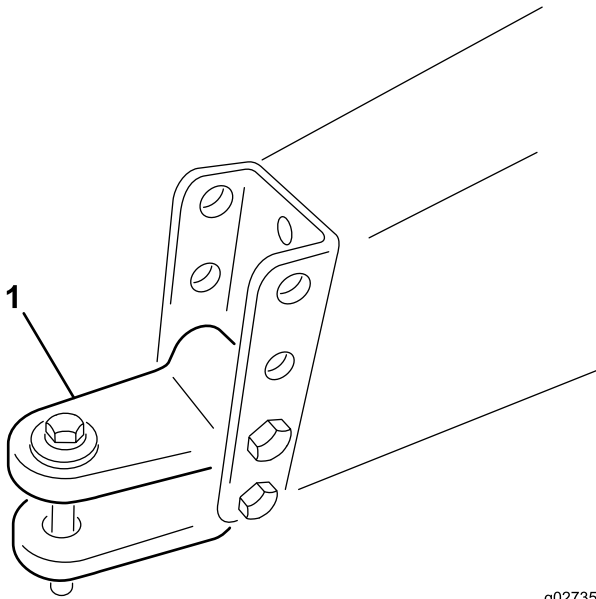

Figure 3
- A. Enlevez les boulons et les contre-écrous de fixation de la chape d'attelage (Figure 3) au cadre de la machine.